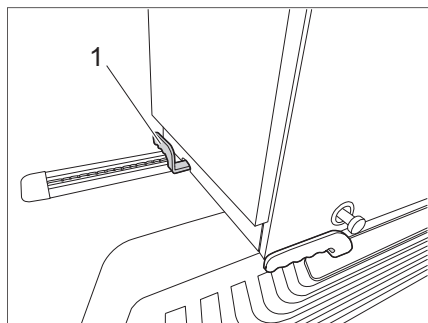

Fig. 28 Sbloccare il blocco cucina
- Tirare verso l'alto la leva di arresto (Fig. 28,1).